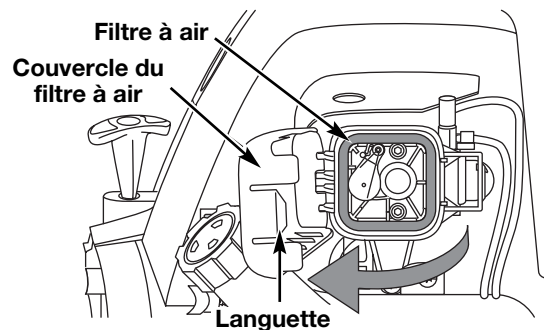

Fig. 26
1. Ouvrez le couvercle du filtre à air. Enfoncez la languette à droite du couvercle, tirez celui-ci vers vous puis vers la gauche (Fig. 26).
2. Retirez le filtre à air (Fig. 26).